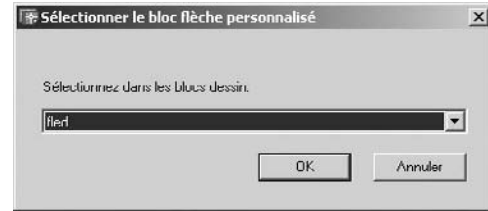

Fig.14.8
- Dans la zone **Pointes de flèches** (Arrowheads), cliquer sur Première (First) et choisir **Flèche utilisateur** (User Arrow) (fig.14.8).